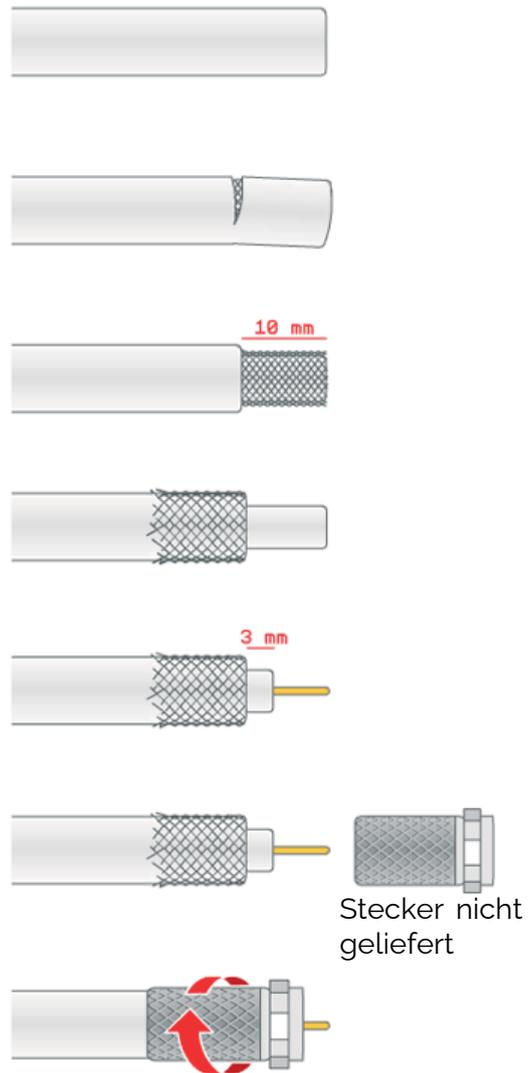

Abb. 13
11. Wenn das/die Kabel verkürzt werden sollen, beachten Sie bitte die Angaben in Abb. 13.